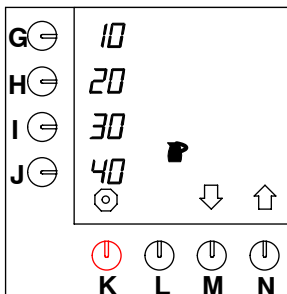

Fig. 27 Regolazione dei tasti di selezione preprogrammati per i bricchi
- Premere il tasto di selezione (N.)↑ fino a che sullo schermo viene visualizzato quanto illustrato nella fig. 27 .